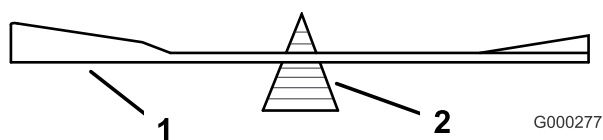
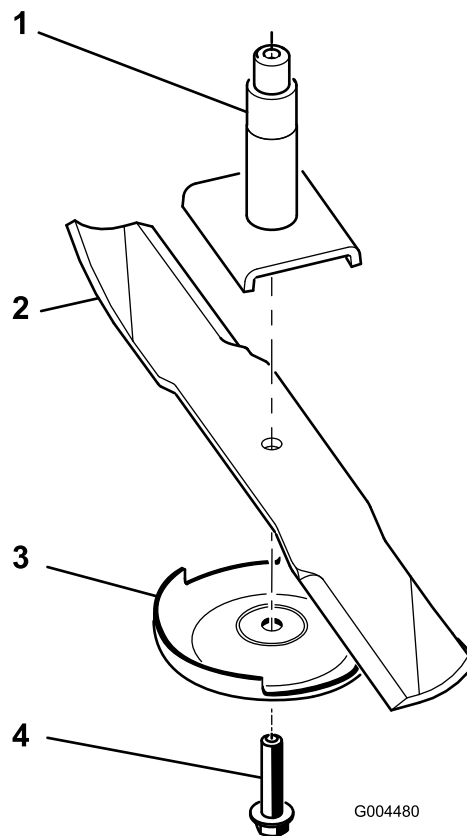

Figura 75
Figura 76
2. Retire a cavilha da lâmina, a placa anti-dano e a lâmina do eixo (Figura 76).
2. Verifique o equilíbrio da lâmina colocando-a num equilibrador de lâminas (Figura 75). Se a lâmina ficar na horizontal é porque está equilibrada e pode ser utilizada. Se a lâmina não estiver equilibrada, lime algum metal da extremidade da aba apenas (Figura 76). Repita este procedimento até a lâmina estar equilibrada.
1. Instale a lâmina no veio (Figura 76).
2. Instale a placa anti-danos e o parafuso da placa (Figura 76).